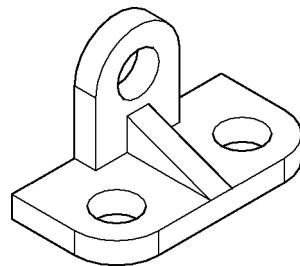

图 14-22 “隐藏” 样式示例
2) 选择“视觉样式”控件→“隐藏”命令，视图样式如图 14-22 所示。